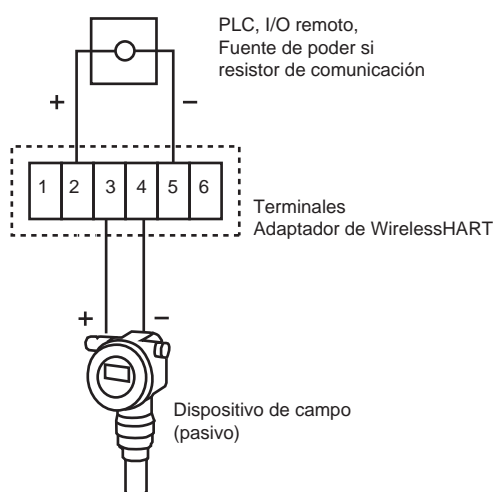

Fig. 5-2: Conexión del adaptador a un lazo de control sin el resistor de comunicación
- Los circuitos en Figs. 5-2 y 5-3 son eléctricamente idénticos pues las terminales 4 y 5 están conectadas internamente
Para los lazos con dos líneas de señales, el adaptador se debe estar cableado según las indicaciones de fig. 5-2: